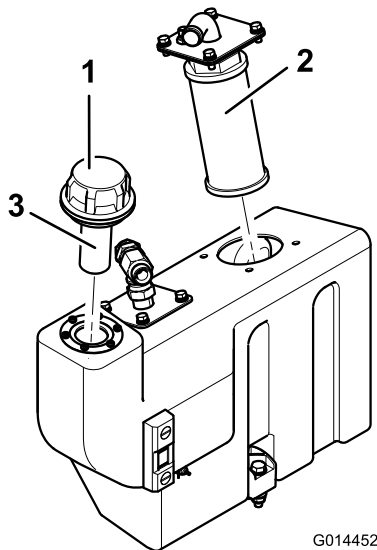

Figura 73
1. Retire la brida de aspiración del depósito de aceite para tener acceso al filtro de aspiración (Figura 73).
2. Desenrosque y retire el filtro de malla y límpielo con queroseno o gasolina antes de instalarlo (Figura 73).